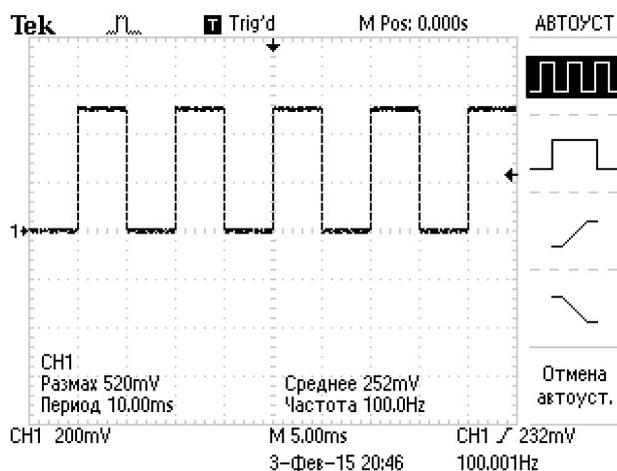

Рис. 3. Пример входного сигнала
2) Установите на генераторе режим генерации прямоугольных импульсов и настройте сигнал в виде меандра с амплитудой 0.5 В и частотой 100 Гц (как показано на рис. 3). При этом нижнее значение напряжения необходимо сделать равным нулю, а верхнее 0.5 В. Пронаблюдайте сигнал на осциллографе.